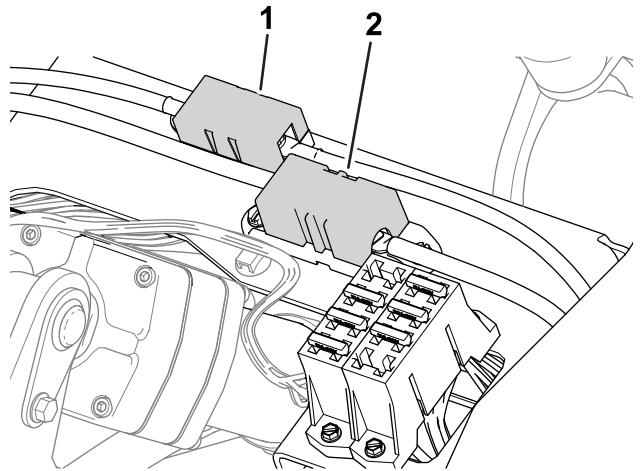

Figure 61
- Les fusibles de l'alternateur (100 A) et du moteur de roue droite (60 A) se trouvent sous le siège (Figure 61).